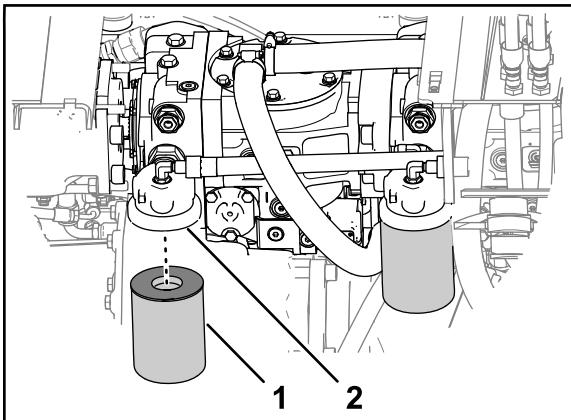

Figura 116
Nota: Potete accedere al filtro idraulico di carica da sotto il lato destro della macchina, dietro il serbatoio idraulico (Figura 116).
2. Mettete un contenitore sotto il filtro idraulico di carica (Figura 116).
4. Ruotate il filtro idraulico di carica in senso antiorario e rimuovetelo (Figura 116).